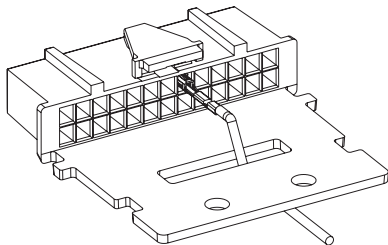

图 2a 耐扭式线扣
2. 如 **图 2a** 所示将带有接触端子的电线穿过附件接口，若有多个附件连接到车载台，请按 **图 2b** 所示穿引电线，并在完成步骤 3 后用扎线带固定电线。